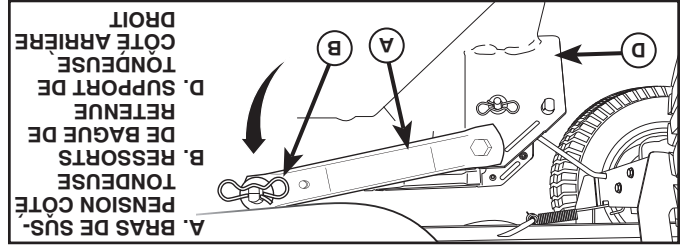

Fig. 12
9. ATTACHER LES BRAS DE SUSPENSION (A) CÔTÉ TONDEUSE AU CHÂSSIS (Voir la Fig. 12)
- Mettre le trou avant du bras de suspension (A) sur la goupille sur l'extérieur du châssis du tracteur et fixer avec la grande rondelle et la grande retenue à ressort (B).